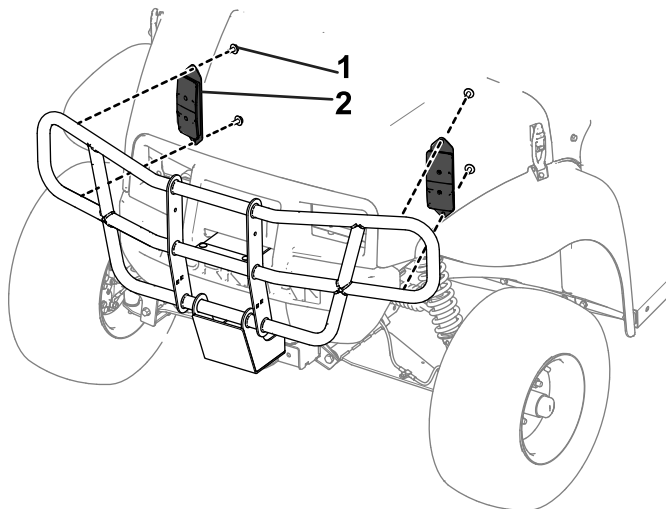

図 2
2. ブラシガードに方向指示器ブラケットを取り付ける各ブラケットにタッピングねじ 1/4 x 1/2" 2本を使用する 図 2。